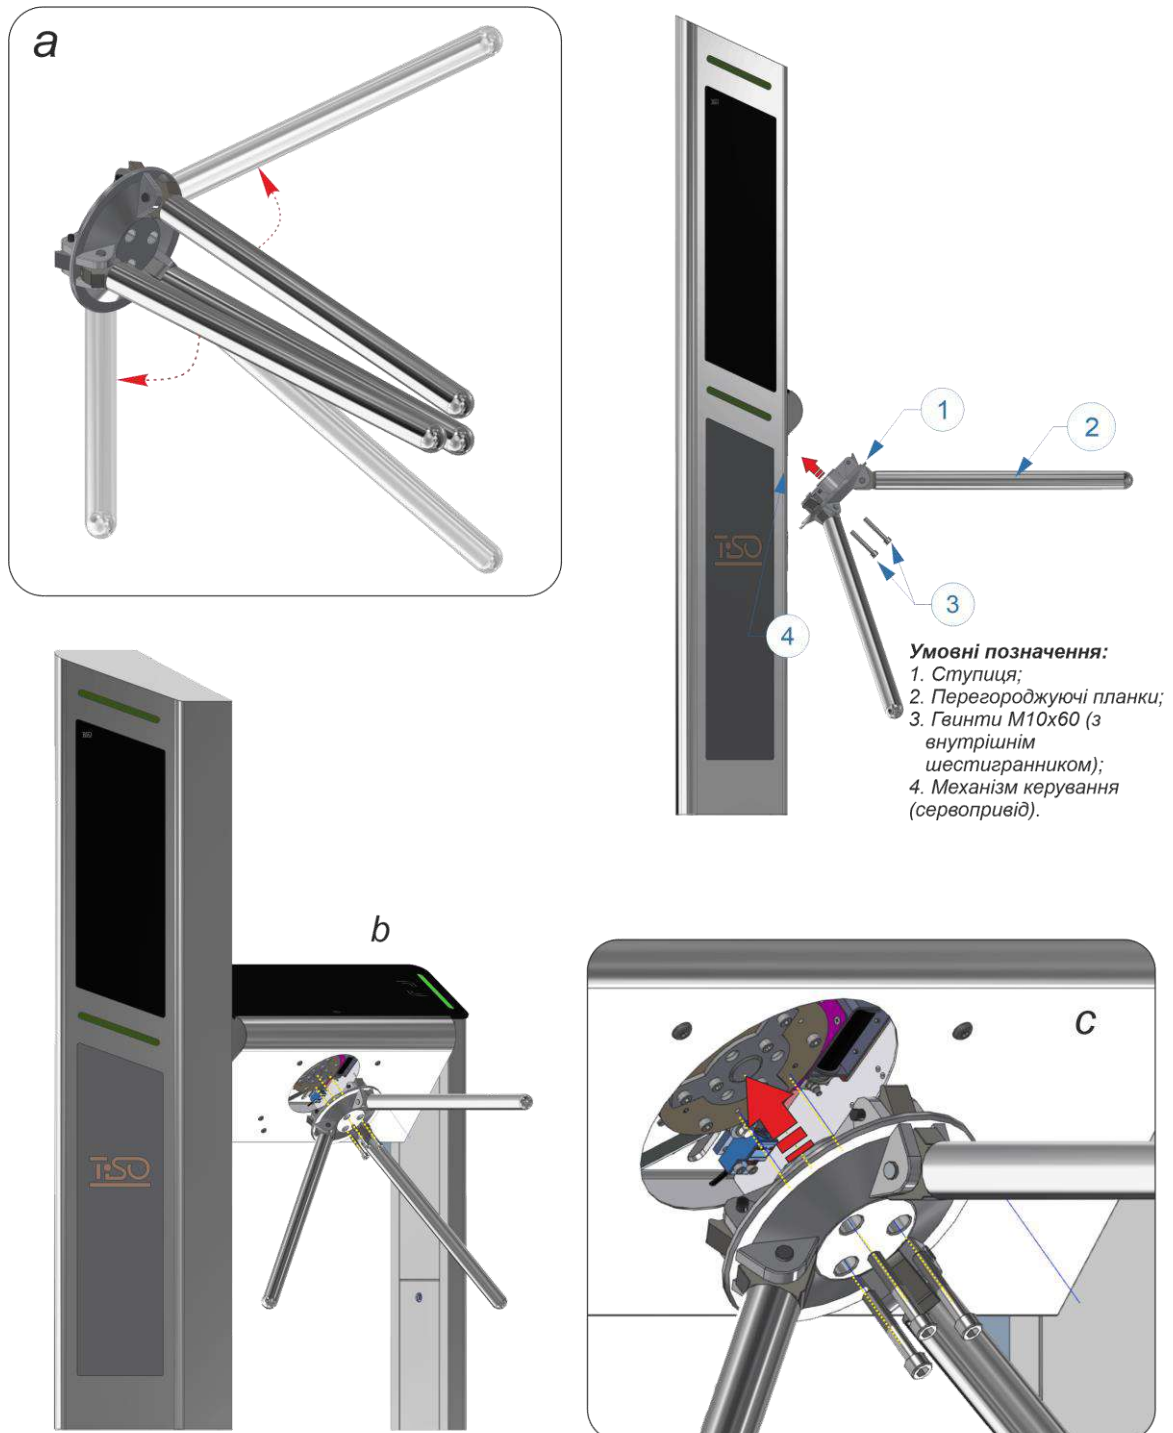

Рис.15 – Встановлення ступиці з планками в корпус турнікету-триподу
8) Встановлення ступиці (Рис.15) на турнікет-трипод (Для зручності підключення, встановлення ступиці з планками допускається в кінці монтажу та підключення турнікету на майданчику)